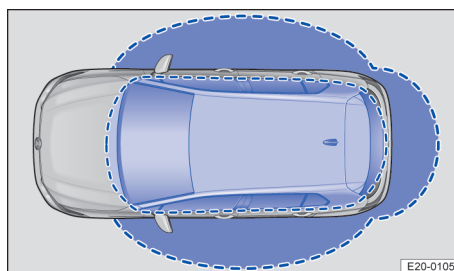

Fig. 56 Keyless Entry: zone de proximitate.
1. La recunoașterea cheii cu telecomandă în zona de proximitate → fig. 56, autovehiculul se va descuia. Toate lămpile de semnalizare clipeșc de două ori.